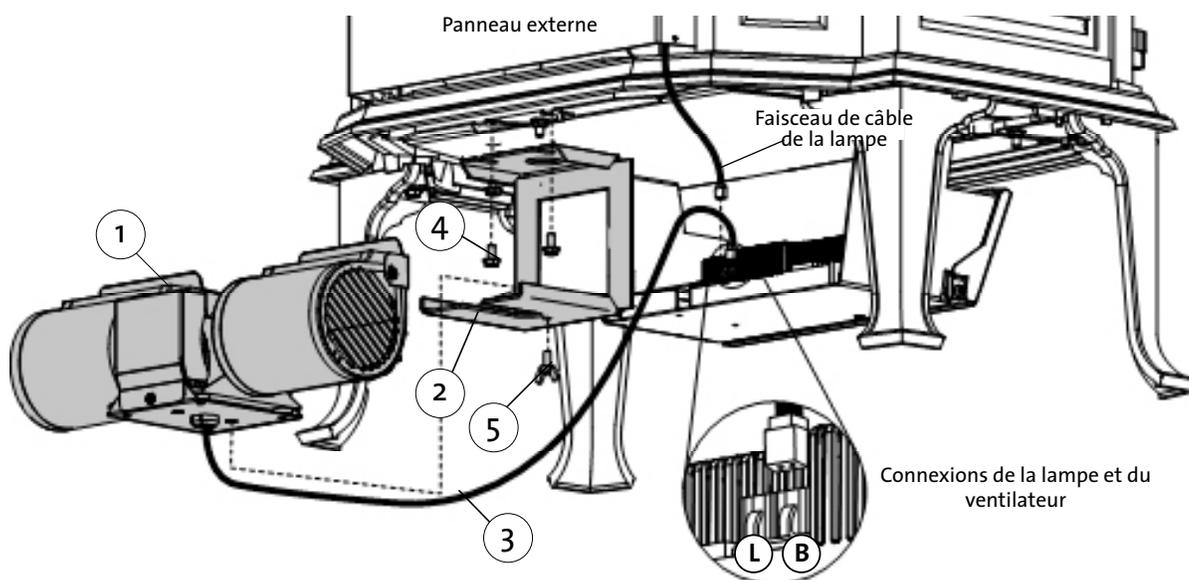

Figure 46. Composants du kit de ventilateur (no 157470) utilisé pour le poêle Sebago GF 400 DV IPI.
2. Positionnez le support du ventilateur (fig. 46, no 2) tel que montré, et fixez-le solidement au poêle avec les deux boulons à tête hexagonale M6 (no 4).